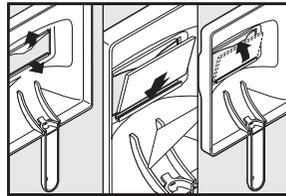

Figure 8
3. Insérer la lentille du filtre exactement tel qu'indiqué à la figure 8.